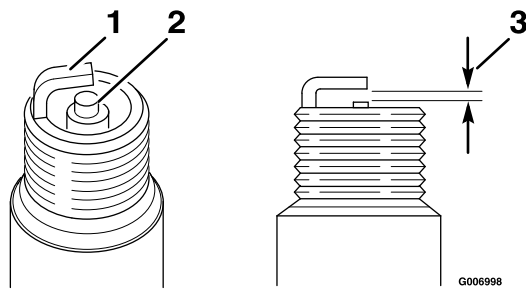

Bild 36
1. Sehen Sie sich die Mitte der Zündkerze an (Bild 36). Wenn der Kerzenstein hellbraun oder grau ist, ist der Motor richtig eingestellt. Eine schwarze Schicht am Kerzenstein weist normalerweise auf einen schmutzigen Luftfilter hin.
2. Prüfen Sie den Abstand zwischen den mittleren und seitlichen Elektroden (Bild 36). Verbiegen Sie die seitliche Elektrode, wenn der Abstand nicht stimmt.